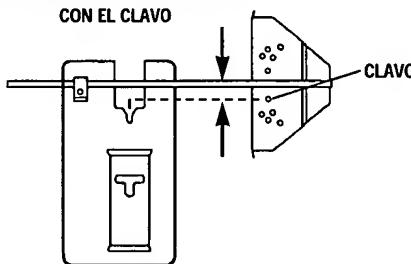

FIG. 15
3. Coloque el tope-guía para cortar al hilo en la sierra con la guía de borde orientada hacia ARRIBA. Para que el tope-guía para cortar al hilo corte un círculo, el clavo debe estar alineado con la hoja, tal como se muestra en la (Fig. 15).